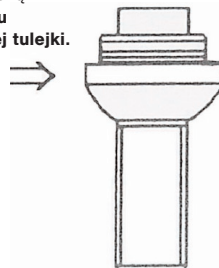

Rysunek 3
- założyć na imadło (patrz rys. 3)